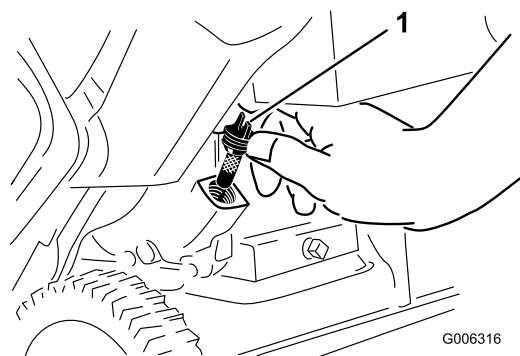

Figure 28
6. Nettoyez la surface autour du bouchon de remplissage (Figure 28).
7. Dévissez et retirez le bouchon de remplissage (Figure 28).